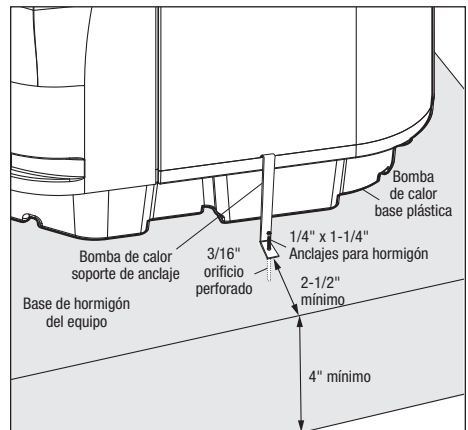

Figura 3. Instalación de las abrazaderas de anclaje
3. Ubique el gancho de cada abrazadera sobre el reborde en el panel de la base de la bomba de calor. El gancho debe caber entre el reborde del panel de la base y el protector de la serpentina evaporadora (consulte la *Figura 3*).
7. Posicione las abrazaderas de anclaje de modo que los orificios de las abrazaderas estén sobre los anclajes de perno. Asegúrese de que los ganchos de las abrazaderas estén sobre el reborde de la base de la bomba de calor (consulte la *Figura 3*).